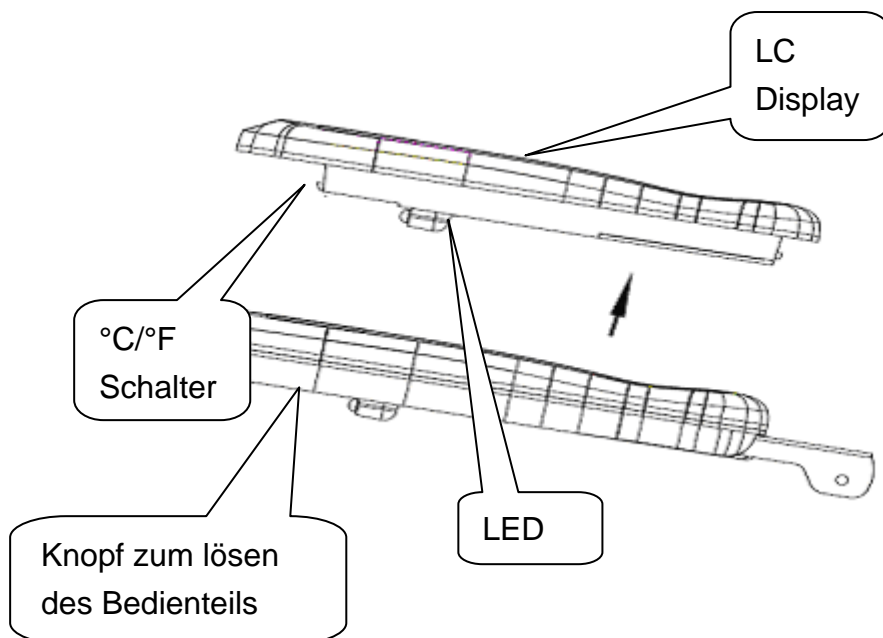

Abbildung 2
Die Temperatureinheit ändern Sie durch Betätigung des Schiebers °C/°F. (Die Position des Schiebers °C/°F sehen Sie in Abbildung 2)
Drücken Sie die Taste und bewegen Sie den oberen Griff in die in Abbildung 2 gezeigte Richtung, um das LCD-Anzeigemodul zu lösen. Nach Entfernung des LCD-Anzeigemoduls ist die Zange spülmaschinengeeignet.
- Drücken Sie die Taste auf der Unterseite des Bedienteils, um das LCD-Anzeigemodul zu entfernen (siehe Abbildung 2).